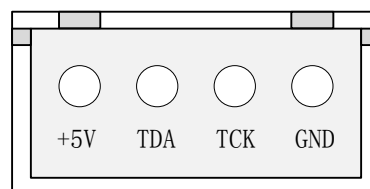

图 1-2 调试器排线接口及脚位定义
6. 排线接口为调试器的输出接口，使用排线与用户目标板相连，接口为 4 线，接口说明见图 1-2。